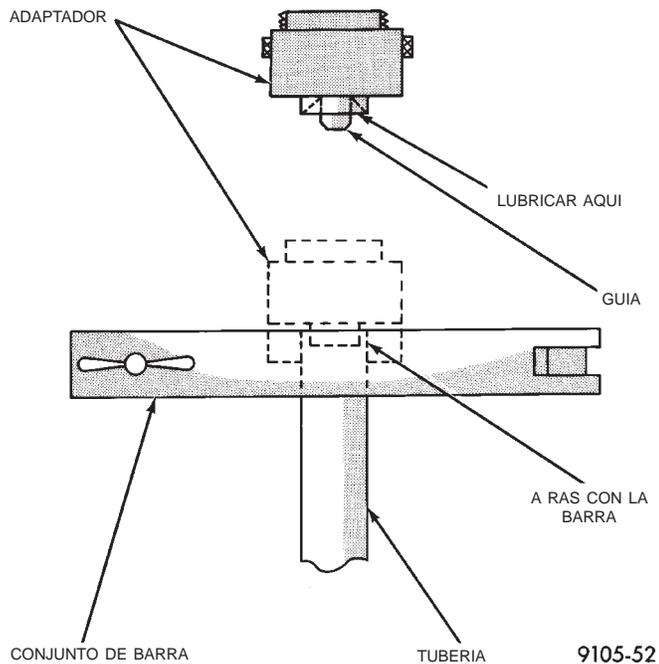

Fig. 15 Abocinamiento ISO
(3) Instale una tuerca de tubo en el tubo.
(4) Emplace el tubo en la herramienta de abocinamiento a ras con la parte superior de la barra de la herramienta (Fig. 15). A continuación, apriete la manivela de la herramienta en el tubo.
(5) Instale el adaptador de medida correcta en el tornillo del estribo de la herramienta de abocinamiento.
(6) Lubrique el adaptador.
(7) Alinee el adaptador y el tornillo del estribo sobre el tubo (Fig. 15).
(8) Gire el tornillo del estribo hacia adentro hasta que el adaptador quede asentado en escuadra en la barra de la herramienta.